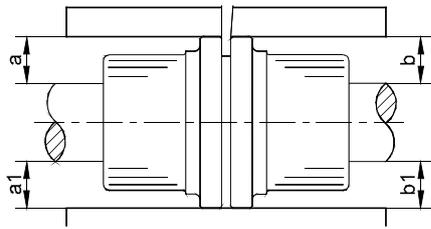

Fig. 6
9.5.1 Acoplamiento Flexible (Ver Fig. 6)